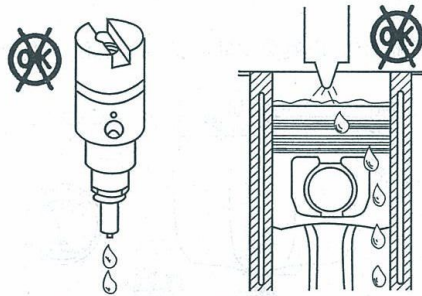

图 1-340 喷油器漏油造成机油稀释
3) 喷油器漏油使机油被稀释, 见图 1-340。发动机起动时排气管冒白烟, 说明喷油器漏油。
(12) 机油泄漏